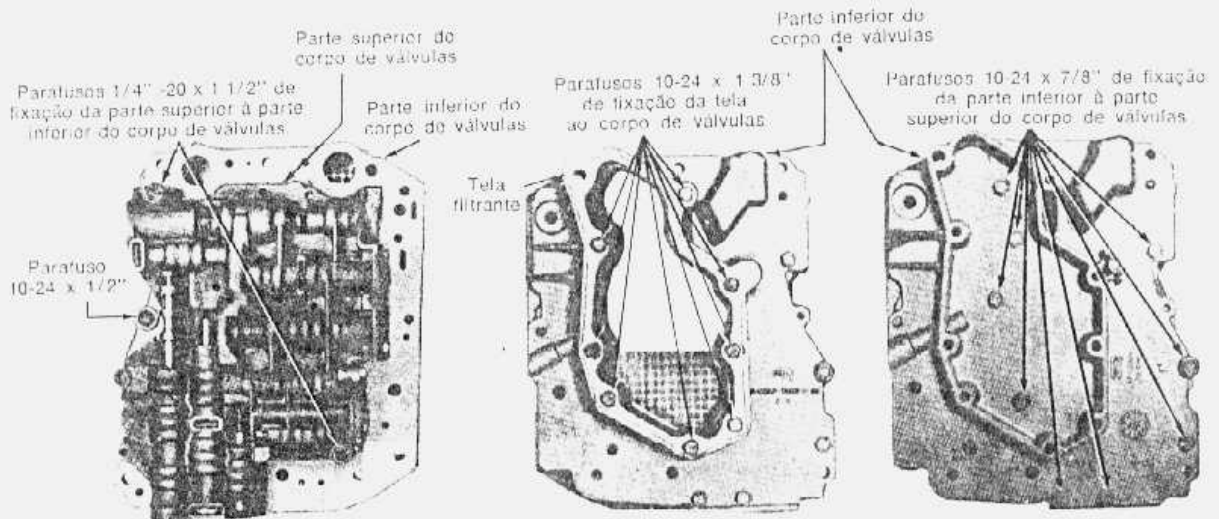
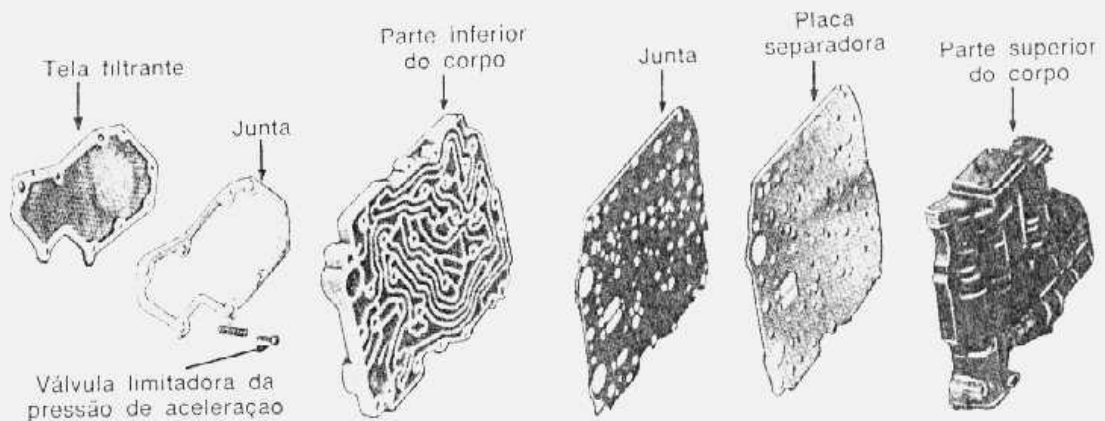
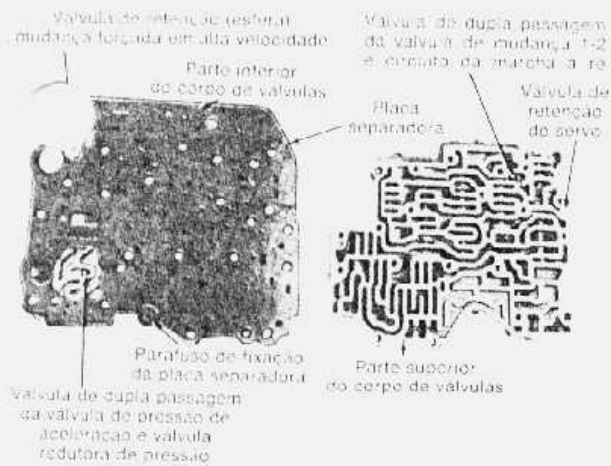

fig. 63 — parafusos de montagem das partes do corpo de válvulas
fig. 64 — parte superior e inferior do corpo de válvulas desmontado
fig. 65 — partes superior e inferior do corpo de válvulas separadas
- 1 Remover os oito parafusos 10 - 24 x 1,3/8" que fixam a tela ao corpo de válvulas e remover a tela e a junta (fig. 63). Tomar cuidado para não perder a válvula limitadora da pressão de aceleração e sua mola quando da remoção da tela, do corpo de válvulas (fig. 64).
- 2 Remover os dois parafusos 1/4" - 20 1.1/2" da parte superior do corpo de válvulas e os nove parafusos 10 - 24 x 7/8" da parte inferior do corpo de válvulas (fig. 63). Separar o corpo inferior, junta e placa separadora (fig. 65), do corpo superior. Tomar cuidado para não perder a esfera da válvula de dupla passagem e o disco da válvula de retenção do servo quando da separação do corpo superior e inferior.
1. Instalar as válvulas de dupla passagem (esferas) na parte superior e inferior do corpo de válvulas, conforme ilustrado na fig. 65. Colocar a junta e a placa separadora sobre a parte inferior do corpo de válvulas e instalar, porém sem apertar, o parafuso de montagem da placa.
2. Colocar a parte inferior do corpo de válvulas e a placa separadora sobre a parte superior do corpo de válvulas e, em seguida, instalar os onze parafusos de fixação apenas com aperto manual (fig. 63).
5. Colocar em posição a válvula limitadora da pressão de aceleração e sua mola na parte inferior do corpo de válvulas (fig. 64). Remover os parafusos de fixação da tela e colocar em posição a junta e a tela sobre a parte inferior do corpo de válvulas. Reinstalar os parafusos de fixação da tela (fig. 63).